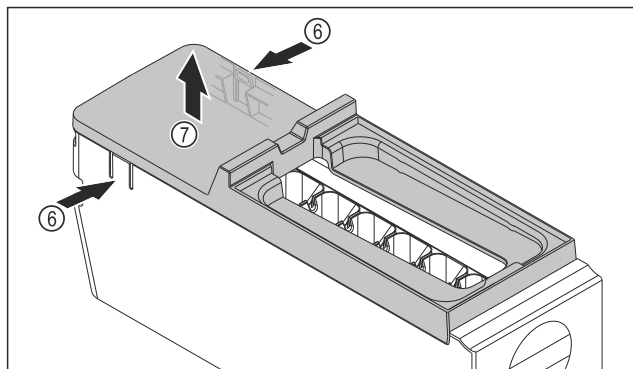

Fig. 213
- Retirer le couvercle du corps de l'EasyTwist-Ice : D'une main, pousser les languettes Fig. 213 (6) des deux côtés du corps de l'EasyTwist-Ice.
- De l'autre main, retirer le couvercle Fig. 213 (7) vers le haut.